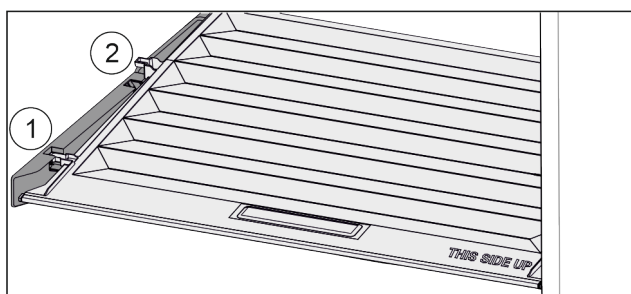

Fig. 137
- ▶ Pokrov povlecite naprej Fig. 137 (1) do odprtine v držalnih delih.
- ▶ Zadaj ga od spodaj dvignite in odstranite Fig. 137 (2) navzgor.